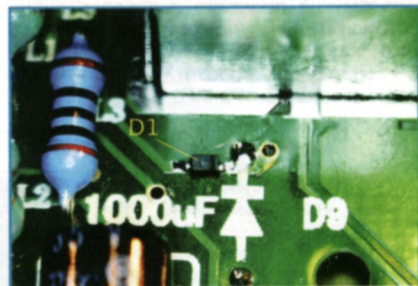

Рис. 2.15
5. Переносят диод D1 ближе к диоду D9 (SW), можно взамен диода BA2777 применить диод 1N4148WS (рис. 2.15).